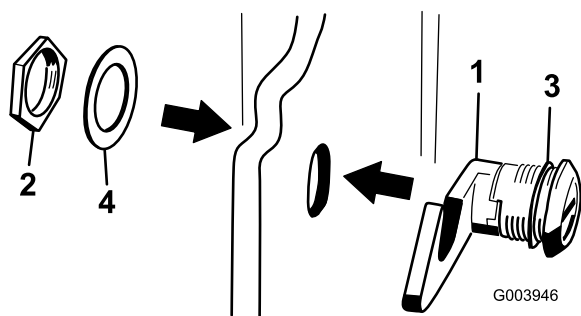

図 6
3. フードラッチ・アセンブリからナットを取り外す（図 6）。